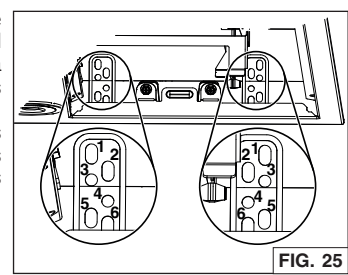

FIG. 25
3. Levantar la campana hasta que su borde quede en la base del gabinete. Sujetar la campana al gabinete usando 4 tornillos para madera n.º 8 x 5/8 pulg. incluidos en la bolsa de piezas (2 tornillos a cada lado). Usar los orificios superiores o inferiores (1, 2, 3, 4, 5 o 6) (FIG. 25).